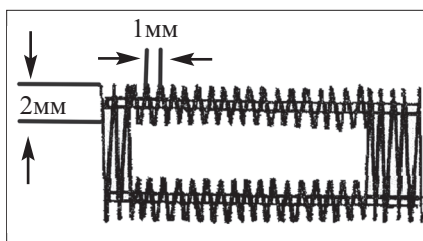

Рис.3. Параметры стежка
4. Дисконный переключатель устанавливают на положение зигзагообразной строчки. Выбирают параметры стежка: длина около 1 мм и ширина около 2 мм (рис. 3).